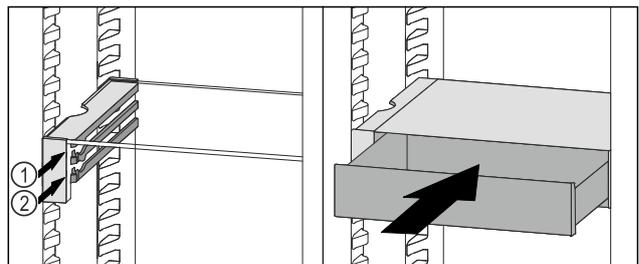

Fig. 59
- ▶ Встановити висувний ящик VarioSafe за стопорами на потрібне ребро Fig. 59 (1) або Fig. 59 (2).